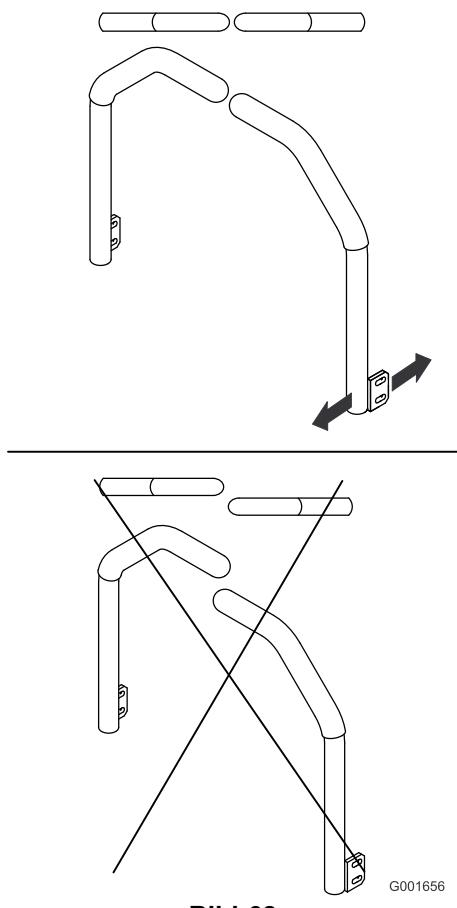

Bild 68
5. Stellen Sie die Fahrantriebshebel so ein, dass sie ausgerichtet sind (Bild 68) und ziehen Sie die Schrauben fest, um die Hebel an den Pfosten zu befestigen.